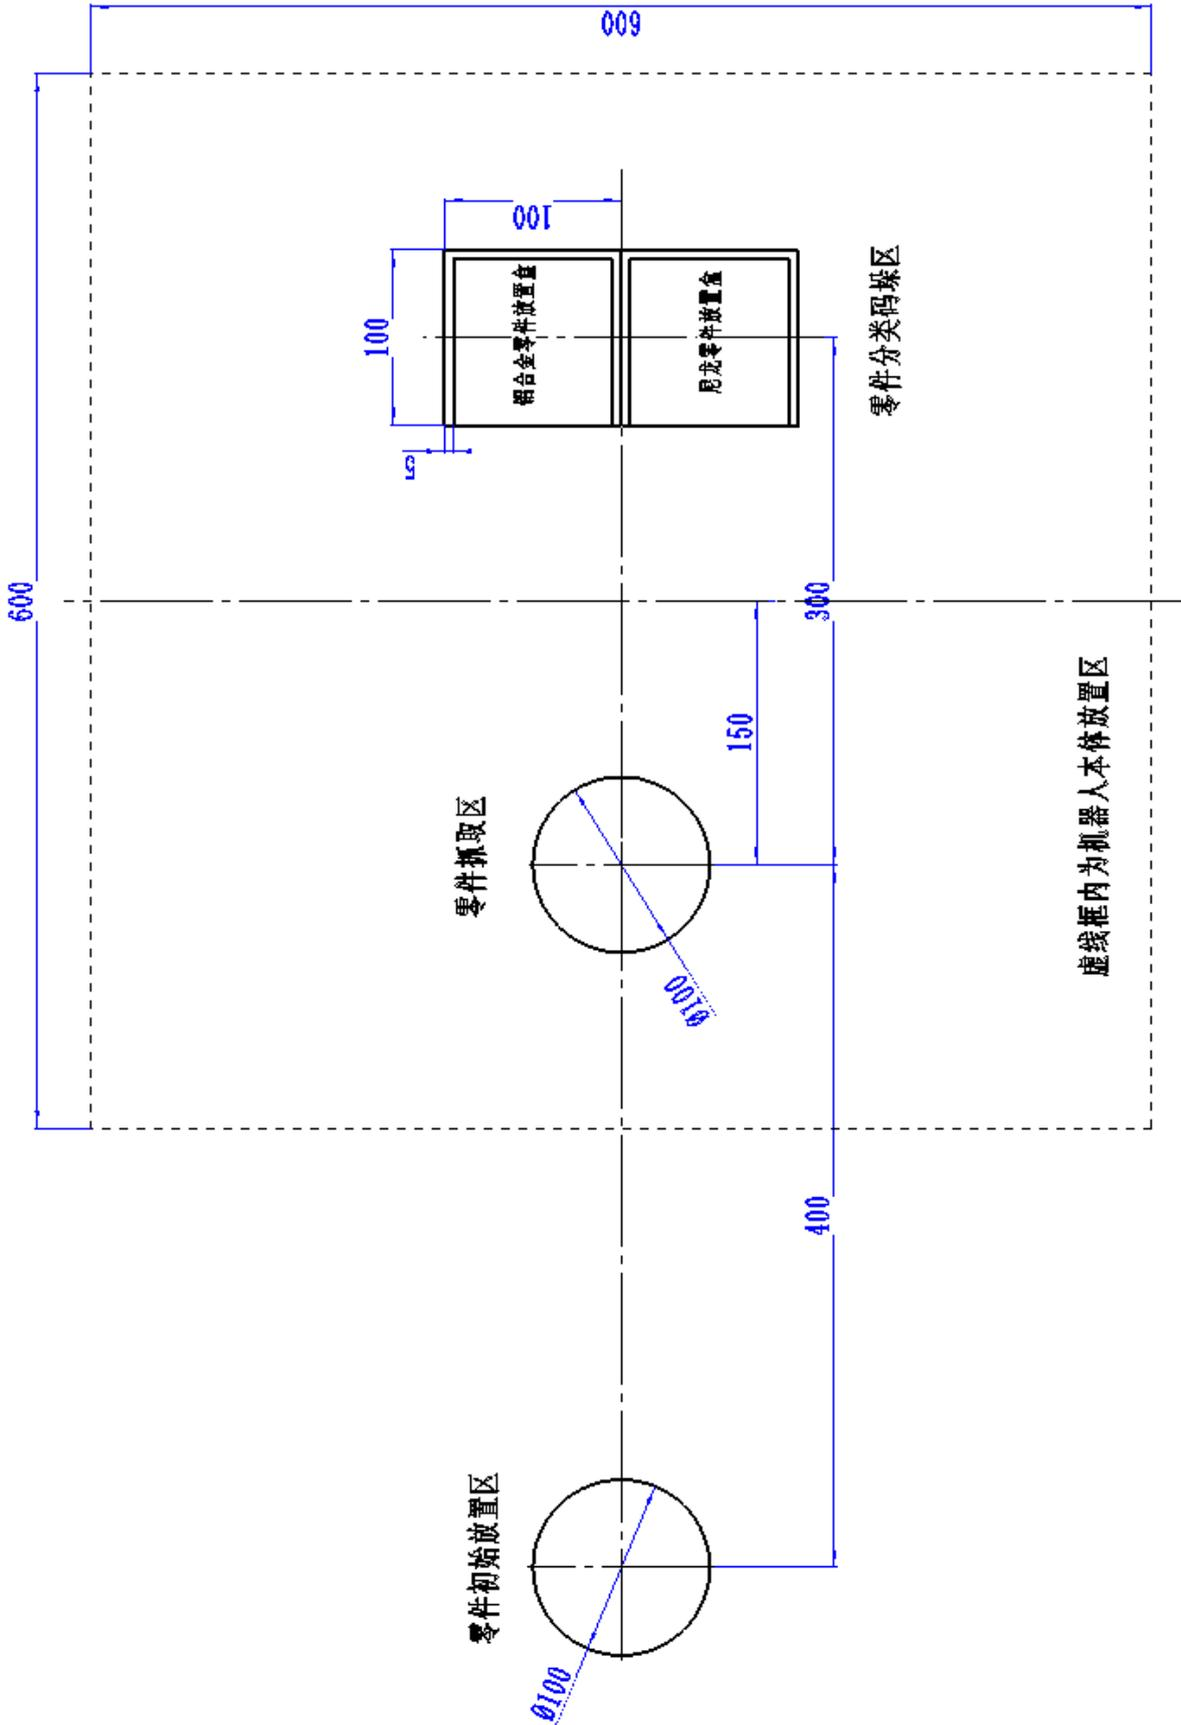

图 2 机器人分拣码垛赛场地布置示意图
1、 机器人分拣码垛赛场地由零件初始放置区、零件抓取区、机器人本体放置区、零件分类放置区组成。各区尺寸及相互位置关系如图 2 所示。各区域相互位置关系是投影在水平面内的位置关系，在垂直于水平面方向上的位置关系不做要求。